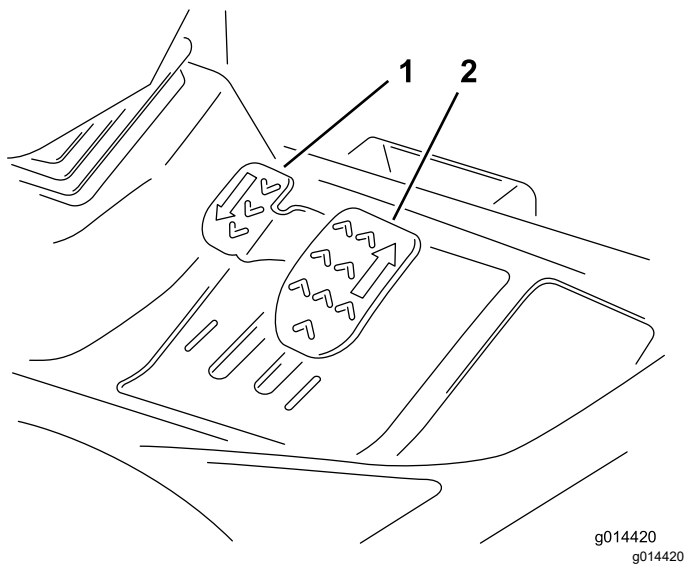

Bild 7
**Vorwärts fahren:** Betätigen Sie das Vorwärtsfahrpedal, um die Maschine in Vorwärtsrichtung zu fahren und die Fahrgeschwindigkeit zu erhöhen. Nehmen Sie den Fuß vom Pedal, um die Fahrgeschwindigkeit zu verringern (Bild 7).
**Rückwärts fahren:** Betätigen Sie das Rückwärtsfahrpedal, um die Maschine in Rückwärtsrichtung zu fahren und die Fahrgeschwindigkeit zu erhöhen. Nehmen Sie den Fuß vom Pedal, um die Fahrgeschwindigkeit zu verringern (Bild 7).